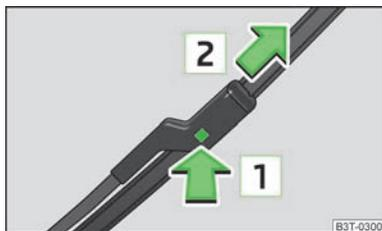

Fig. 50
- > Carregue no elemento de segurança **1** » Fig. 50, para desbloquear a escova, e retire-a no sentido da seta **2**.